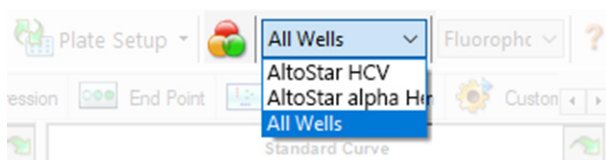

Figura 4: Botão Well Group (Grupo de Poços) e menu pendente Well Group (Grupo de Poços)
Na janela Data Analysis (Análise de Dados), certifique-se de que seleciona o **Well Group** (Grupo de Poços) do kit AltoStar® HCV RT-PCR Kit 1.5. Deste modo, clique no menu pendente **Well Group** (Grupo de Poços) junto do botão **Well Group** (Grupo de Poços) (consulte a figura 4) da barra de ferramentas. Não utilize o **Well Group** (Grupo de Poços) «All Wells» (Todos os Poços). A seleção na figura 4 é utilizada como uma vista geral de exemplo.
1. Na janela Data Analysis (Análise de Dados), certifique-se de que seleciona o **Well Group** (Grupo de Poços) do kit AltoStar® HCV RT-PCR Kit 1.5. Deste modo, clique no menu pendente **Well Group** (Grupo de Poços) junto do botão **Well Group** (Grupo de Poços) (consulte a figura 4) da barra de ferramentas.